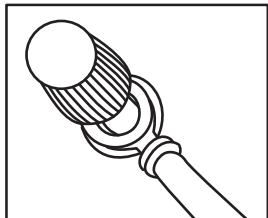

Bild 1
- Lossa den röda muttern **16** på spänningsomvandlaren **1**. För den röda öglan på kabeln med 12 V-cigarettändarkontakt **12** med öppningen över skruvanslutningen **7** (se bild 1). Se till att brickan ligger mellan öglan och muttern **16**.
- Lossa den svarta muttern **17** på spänningsomvandlaren **1**. För den svarta öglan på kabeln med 12 V-cigarettändarkontakt **12** med öppningen över skruvanslutningen **8** (se bild 1). Se till att brickan ligger mellan öglan och muttern **17**.
- Lossa den röda muttern **16** på spänningsomvandlaren **1**. För den röda ögla på kabeln med röd anslutningsklämma **10** över 12 V-skruvanslutningen **7** (se bild 1). Se till att brickan ligger mellan ögla och muttern **16**.
- Lossa den svarta muttern **17** på spänningsomvandlaren **1**. För den svarta ögla på kabeln med svart anslutningsklämma **11** över skruvanslutningen **8** (se bild 1). Se till att brickan ligger mellan ögla och muttern **17**.